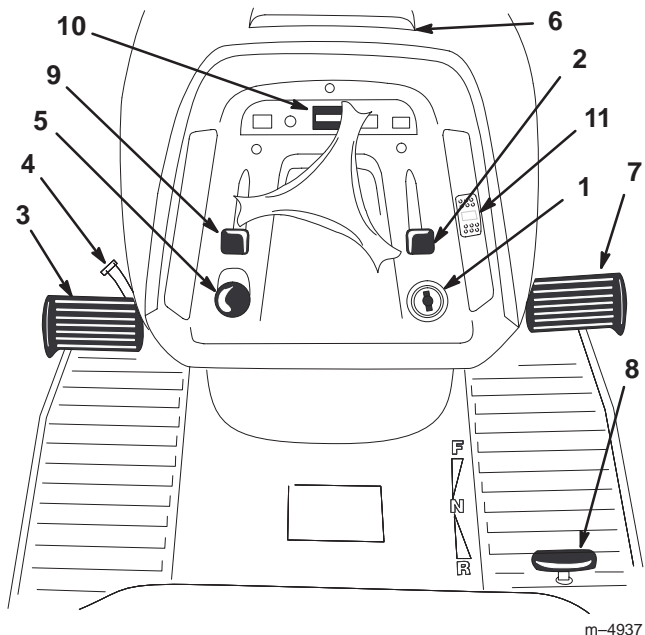

Figure 2
Avant de mettre le moteur en marche et d'utiliser la machine, familiarisez-vous avec toutes les commandes (Fig. 2).
1. Appuyez sur la pédale de frein (Fig. 2) et maintenez-la enfoncée.
2. Tournez le levier de frein de stationnement (Fig. 2) dans le sens anti-horaire et relâchez progressivement la pédale de frein. La pédale doit rester bloquée en position enfoncée.
1. Enfoncez la pédale de frein (Fig. 2). Le levier de frein de stationnement doit se déverrouiller.
2. Poussez la commande du régulateur de vitesse en position activé (Fig. 2).
Le compteur horaire se trouve sur le tableau de bord (Fig. 2). Il indique le total des heures de fonctionnement de la machine.